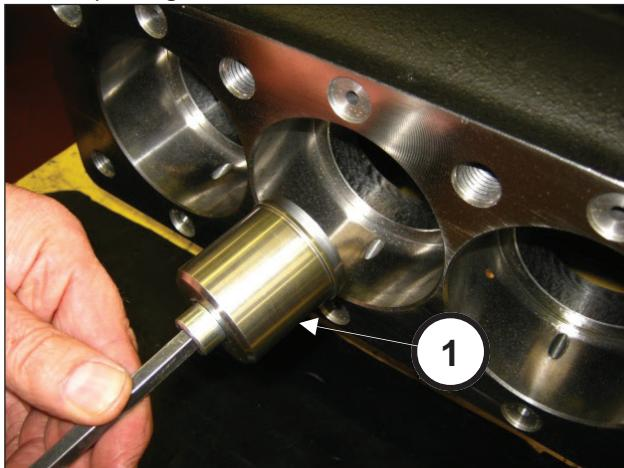
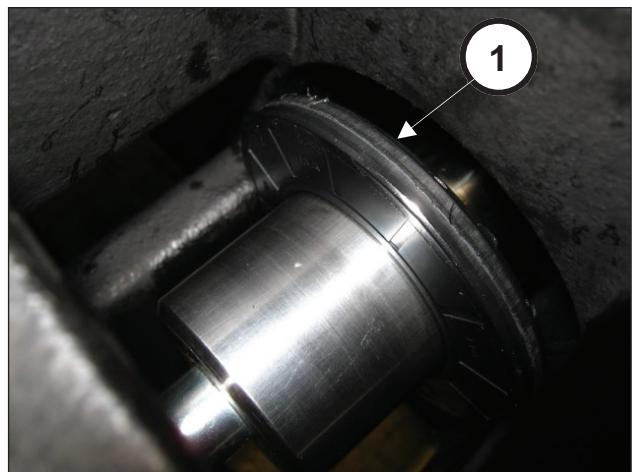

Fig. 34
Fig. 35
Insérer l'outil (rep. ①, Fig. 34) et le visser sur la tige jusqu'en butée (rep. ①, Fig. 35).
Après s'être assuré que le carter est propre, insérer l'ensemble demi-bielle/guide de piston dans les chemises du carter (rep. ①, Fig. 35).
Bloquer les trois groupes à l'aide de l'outil réf. 27566200 (rep. ①, Fig. 34).